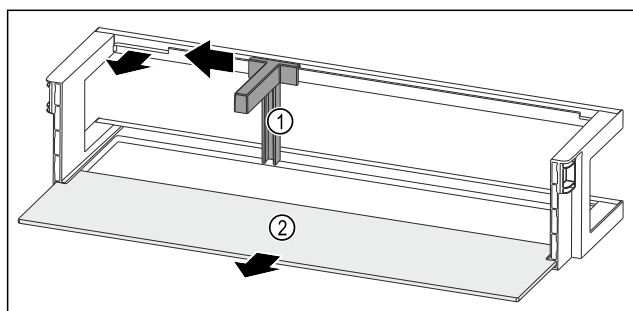

Fig. 116 Balconcino controporta con portabottiglie e ripiano
- Spingere il portabottiglie Fig. 116 (1) lateralmente fino all'incavo.
- Rimuovere il portabottiglie Fig. 116 (1).
- Rimuovere il ripiano Fig. 116 (2).